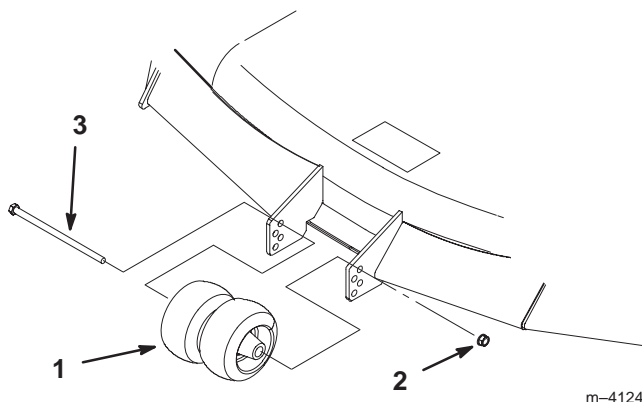

Figure 29
2. Lorsque la hauteur de coupe est réglée, enlevez le boulon et l'écrou (Fig. 29).
3. Choisissez le trou pour que la roue de jauge se trouve le plus près possible de la hauteur de coupe correspondante voulue (Fig. 29).
4. Remettez le boulon, les galets centraux et l'écrou (Fig. 29).